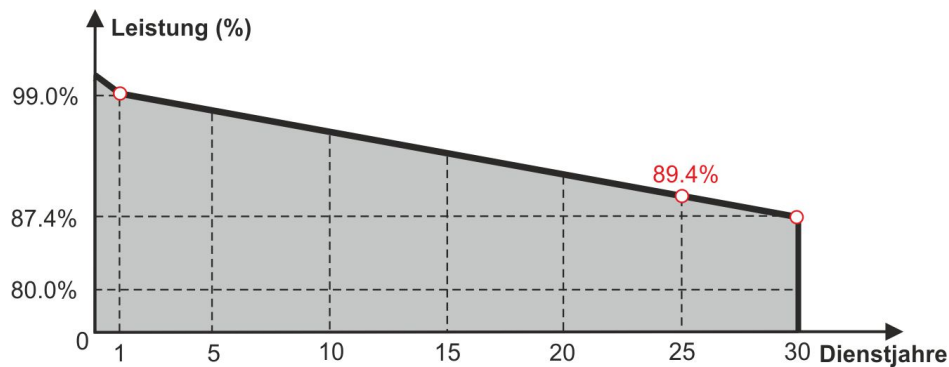

Abb. 23: Beispiel für die Jahre/Leistungskurve eines PV-Moduls
- Abb. 23), aus der der Kontrollwert für den Leistungsverlust in % abgeleitet wird, der für die Berechnung der I-V Kurve (siehe § 6.4.5 und § 11.3) verwendet wird.